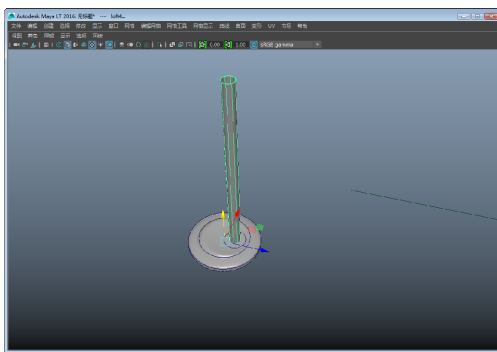

图 3-126 创建灯杆
- 3 选择刚才移动的曲线，再选择底座上用于复制的曲线，依次执行【曲面】|【放样】命令，创建一个管状物体，如图 3-126 所示。